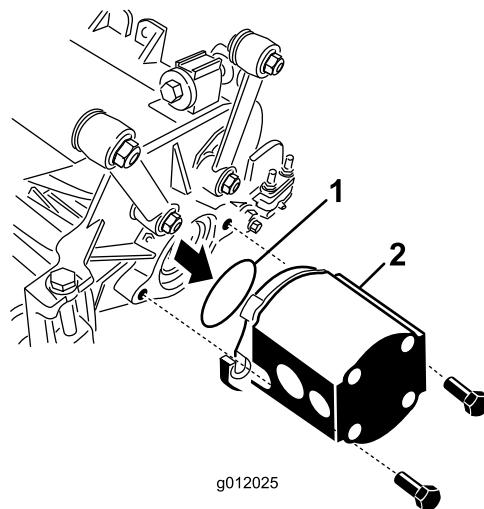

图 25
5. 将 O 形圈随滚刀组提供插入驱动马达的法兰上图 25。
6. 将马达安装到滚刀组的驱动端用随滚刀组提供的 2 个平头螺丝固定 图 25。